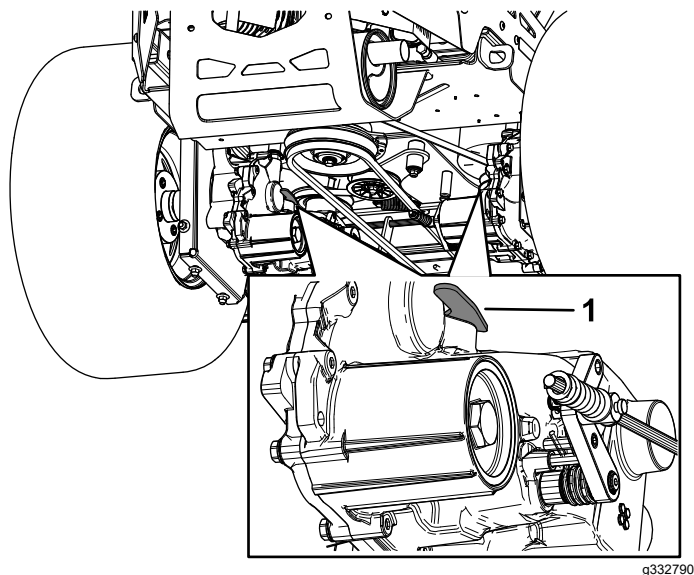

Figura 42
3. Para empujar la máquina, mueva ambas palancas de desvío hacia adelante y bloquéelas en esa posición (Figura 42).
5. Para conducir la máquina, mueva las palancas de desvío hacia atrás y bloquéelas en esa posición (Figura 42).